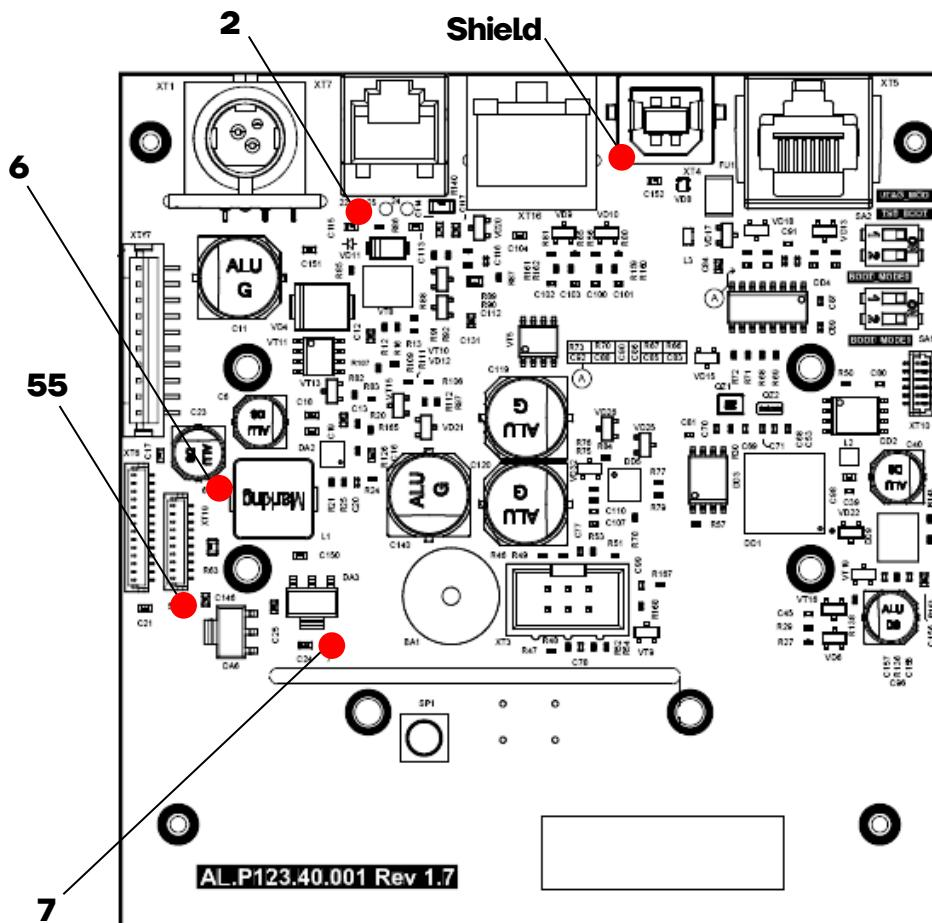

Рисунок 21. Контрольные точки блока управления AL.P123.40.001 rev 1.7 (вид сверху ТОР)
- 2 Проверить при помощи мультиметра напряжение между контрольными точками **GND** и **22** (рисунок 21). Напряжение должно составлять **24,0 В ± 2 В**.